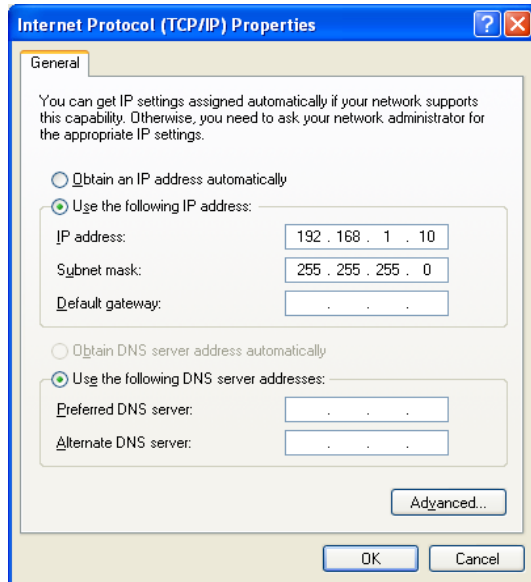

FIG. 16
5. Vea la FIG. 16. Seleccione "Utilizar la siguiente dirección IP." La dirección IP predeterminada de la bomba es 192.168.1.100. Introduzca un número distinto al de la dirección predeterminada sólo en el último conjunto de números, por ejemplo: 192.168.1.10. Esto permite al ordenador conectarse con el VFD. Fije la máscara de subred en 255.255.255.0.